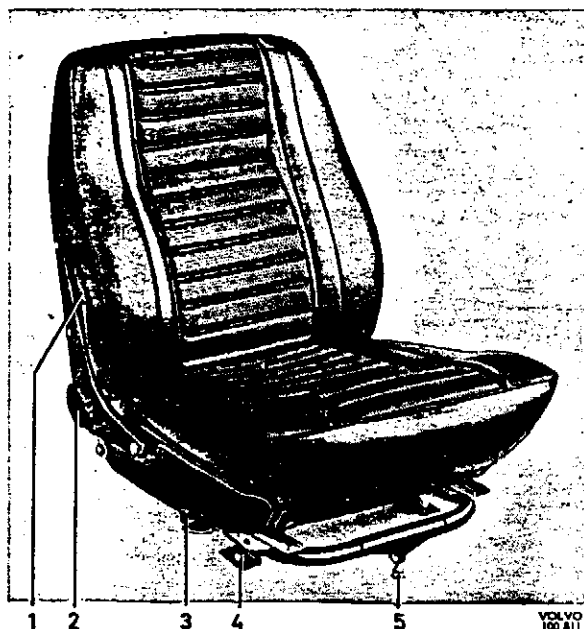
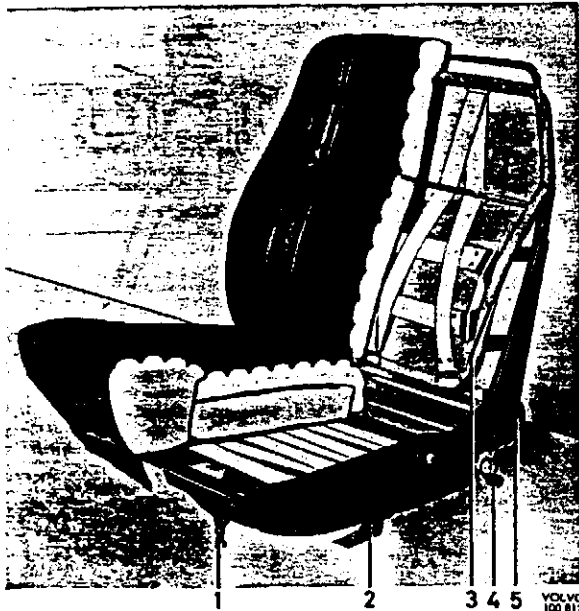

Abb. 5 Vordersitz (4türige Ausführung)
Abb. 7 Vordersitz (2türige Ausführung)
Der Rahmen des Vordersitzes ist ein Rohrrahmen. Die Stopfung der Sitze besteht aus Schaumstoff. Der Sitzbezug ist Vinyl auf Textilunterlage. Der Sitz ist in Längsrichtung verstellbar, indem man die Sperre (3, Abb. 5) löst und den Sitz verschiebt. Der Sitz kann an der Befestigung (4) in Höhenrichtung verstellt werden. Die Befestigung ist mit Löchern in verschiedener Höhe versehen. Der gesamte Sitz kann durch Verstellen der Einstellvorrichtung (5) geneigt werden. Die Neigung der Sitzlehne wird durch Drehung des Rades (2) eingestellt. Das Rad wirkt über eine Welle auf einen Exzenter. Die Sitzlehne ist mit einer einstellbaren
Kreuzstütze (siehe Abb. 7) versehen, deren Spannung mit einer Schraube (1, Abb. 5 und 3, Abb. 7) eingestellt werden kann. Es ist auf jeder Seite eine Schraube vorhanden. Die Sitzkissen sind auf den Sitzrahmen mit Druckknöpfen befestigt.
Die Vordersitze der 2türigen Ausführung können nach vorn geklappt werden, um das Einsteigen zum Hintersitz zu erleichtern. Die Sitze sind mit einer Sperre (4) versehen, damit sie nicht nach vorn kippen können. (Siehe Abb. 7.)